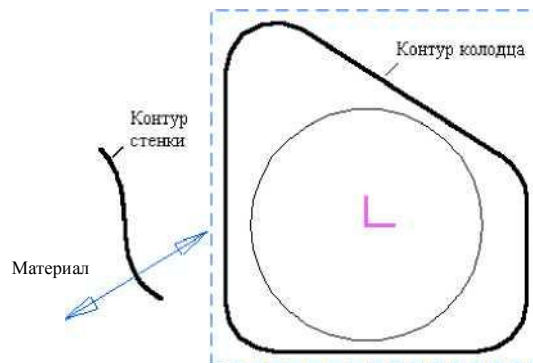

Рисунок 13
7. Подведите курсор в место справа от контура и нажмите клавишу N (см Рисунок 13).